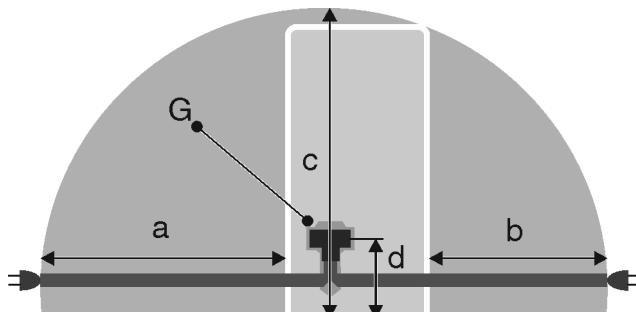

Fig. 25
- Steckdose liegt außerhalb des Geräterückseitenbereichs im gegebenen Bereich Fig. 25 (a, b, c).
- Gerätestecker Fig. 25 (G) auf der Rückseite des Gerätes einstecken. Auf richtiges Einrasten achten.